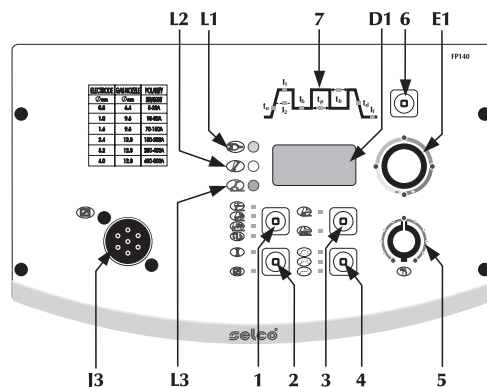

Fig.2
2.1.2 Cuadro de mandos frontal FP140 (Fig. 2)